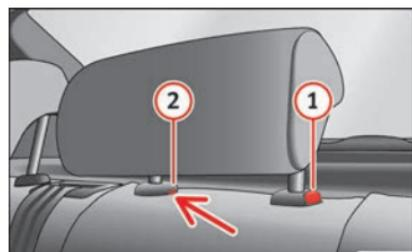

Fig. 150 Poggiatesta per il sedile posteriore centrale: punto di sblocco.
- Per regolare il poggiatesta ad un'altezza inferiore, premere il tasto 1 » fig. 150 e farlo scorrere verso il basso.
- Premere il tasto 1 » fig. 150, premendo al tempo stesso attraverso il foro della sicura 2 » fig. 150 con un cacciavite piatto di massimo 5 mm di larghezza e ritirare il poggiatesta.